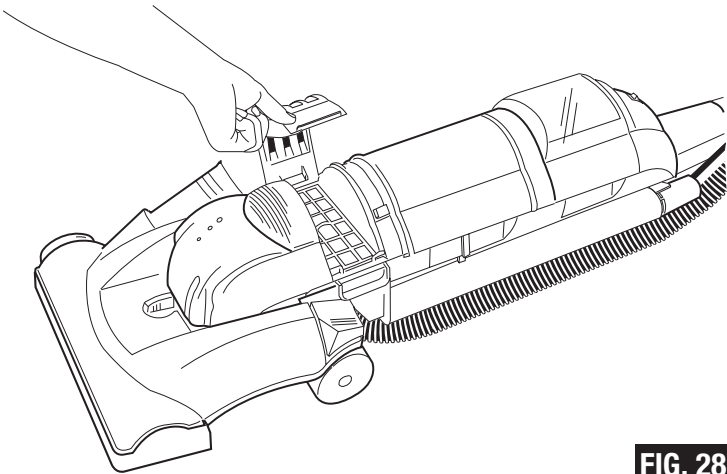

FIG. 28
Step 2: Remove bottom filter cover and filter (FIG. 28 & 29).
Étape 2 : Enlever le couvercle du filtre du bas et le filtre (FIG. 28, 29).
Paso 2: Quite la tapa del filtro y el filtro de abajo (FIG. 28, 29).